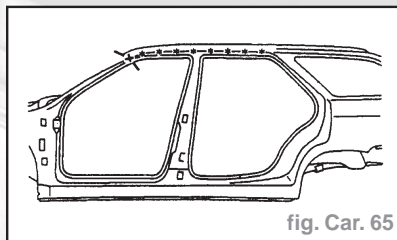

fig. Car. 65
- Effectuer l'opération symétrique. (fig Car. 65)